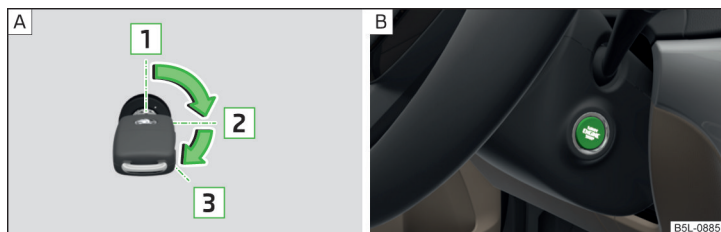

Fig. 121 Pozițiile cheii autovehiculului în butucul de contact / butonul de pornire
Pozițiile cheii autovehiculului în butucul de contact » fig. 121 - A
➤ Apăsăți butonul » fig. 121 - B, contactul se cuplează/decuplează.
➤ La autovehiculele cu **butuc de contact**, rotiți cheia în poziția **3** » fig. 121 la pagina 106 - A, are loc procedura de pornire. Apoi eliberați cheia, motorul pornește automat.
➤ La autovehiculele cu **buton de pornire**, apăsați scurt butonul » fig. 121 la pagina 106 - B, motorul pornește automat.
- La autovehiculele cu **butuc de contact**, rotiți cheia în poziția **1** » fig. 121 la pagina 106 - A.
- La autovehiculele cu **buton de pornire**, apăsați butonul » fig. 121 la pagina 106 - B, motorul este oprit simultan cu decuplarea contactului.
► Mențineți apăsat butonul » fig. 121 la pagina 106 -  sau apăsați-l de două ori în interval de 1 secundă.